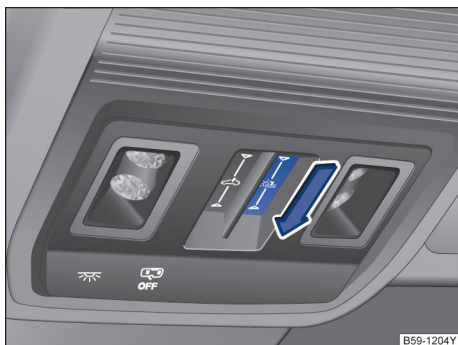

图 74 在顶棚中：关闭遮阳卷帘
- 自动运行：通过向前滑动功能按钮  → 图 74。通过点击功能按钮中断自动运行。